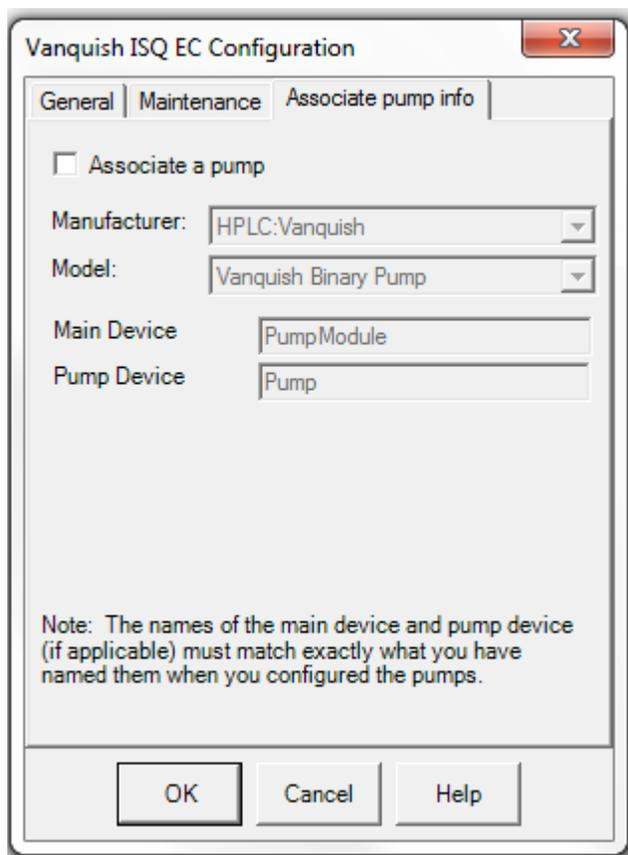

图 71: MS 配置 - Associate Pump Info (关联泵信息) 选项卡
26) 选择 **Associate Pump Info** (关联泵信息) 选项卡关联一个泵或更改泵类型。见图 71。